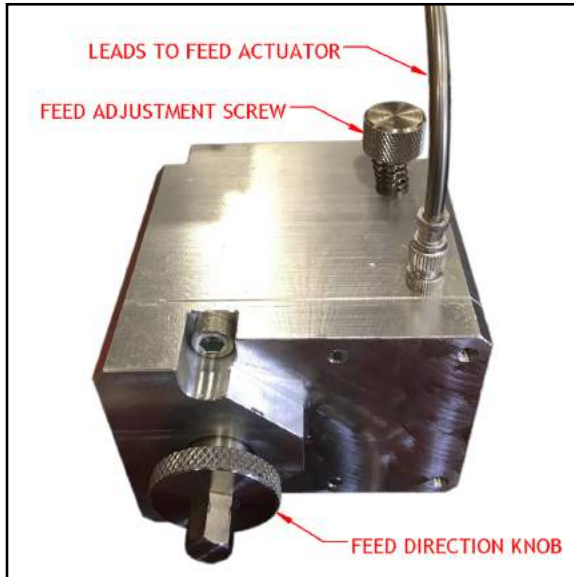

ABBILDUNG 3-10. EINSTELLUNGEN DES VORSCHUBS
2. Stellen Sie die Richtung des Vorschubs entsprechend der folgenden Schritte ein, wie dies auch in Abbildung 3-10 gezeigt wird: